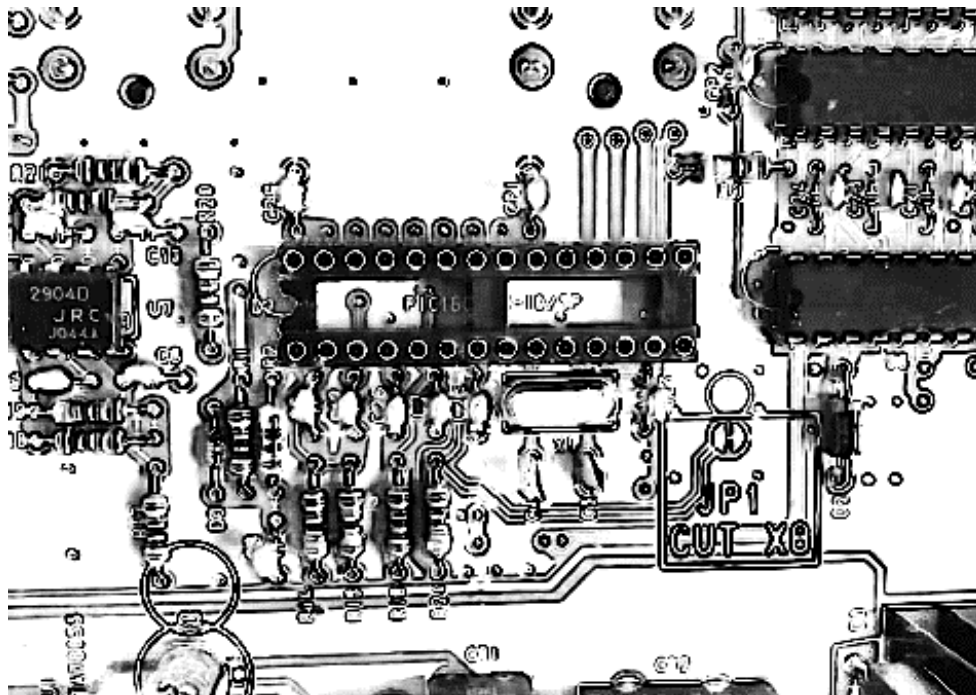

図 11-基板 PIC 搭載部
- (1) シャトル電装ボックスを取り外します。
- (2) シャトル基板に付いている PIC を取り外します。(図 11)